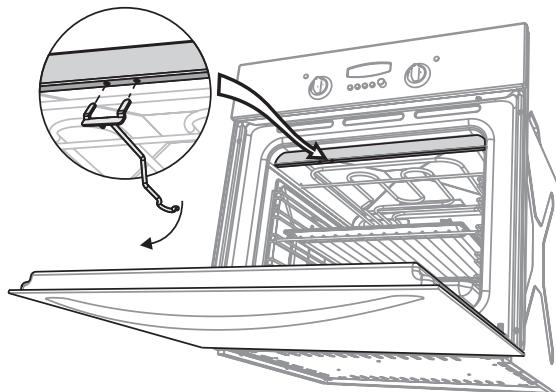

Рис.15
- Установите крючок, для чего вставьте «усы» крючка в пазы верхней полки слева проема духовки и опустите крючок вниз (рис.15).